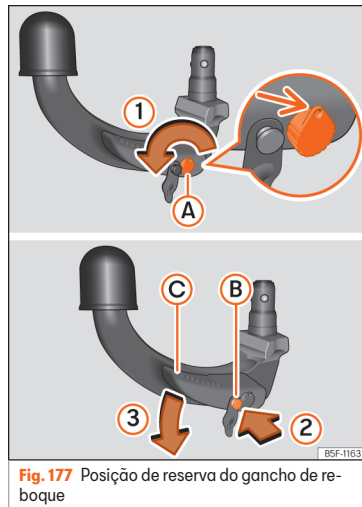

Fig. 177 Posição de reserva do gancho de reboque
- Insira e rode a chave no sentido da seta »» Fig. 177 ① até que o orifício da chave fique acima (seta).
- Pressione o perno de desbloqueio »» Fig. 177 ② no sentido da seta ② e, ao mesmo tempo, pressione a alavanca ③ no sentido da seta ③ até ao limite.